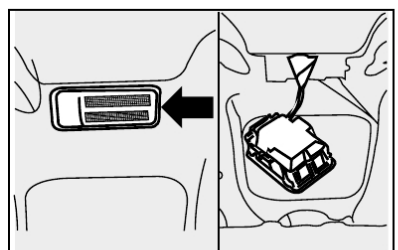

fig. 63
1) remover a lente transparente **fig. 63** forçando levemente com uma chave de fenda no local indicado pela seta;
2) remover a capa plástica de proteção da lâmpada, puxando-a **fig. 63**;